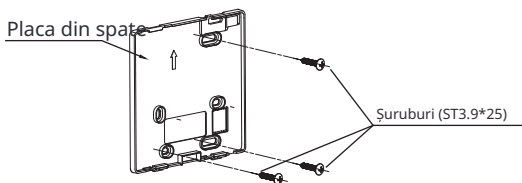

Fig. 3-3
- Pentru montarea expusă, fixați placa din spate pe perete cu cele 3 șuruburi (ST3.9*25) și dibluri. (Fig.3-3)